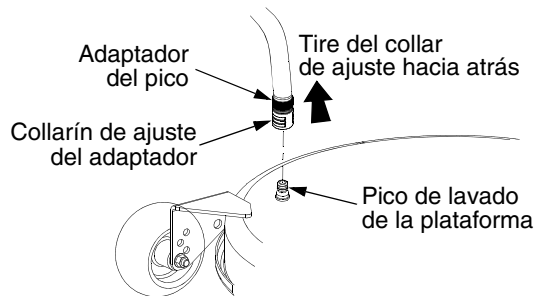

Figura 40
- Tire hacia atrás el collarín de ajuste del adaptador del pico y empuje el adaptador hacia el pico de lavado de plataforma que se encuentra en el extremo izquierdo de la plataforma de la cortadora de césped. Suelte el collarín de ajuste para trabar el adaptador en el pico. Vea Figura 40.